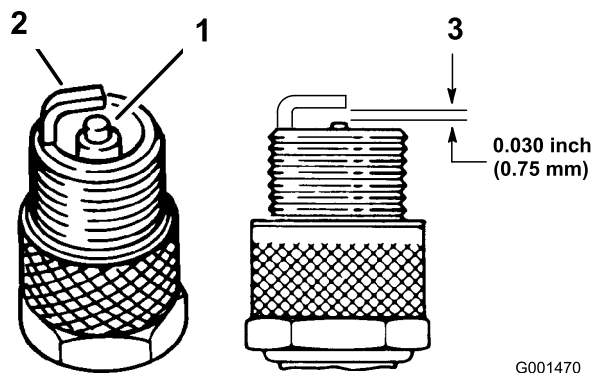

Figura 25
- Compruebe la separación entre los electrodos central y lateral (Figura 25). Si la distancia no es correcta, doble el electrodo lateral (Figura 25).
- Mire la parte central de las bujías (Figura 25). Si se observa un color gris o marrón claro en el aislante, el motor está funcionando correctamente. Si el aislante aparece de color negro, significa que el limpiador de aire está sucio.
3. Conecte los cables a las bujías (Figura 25).